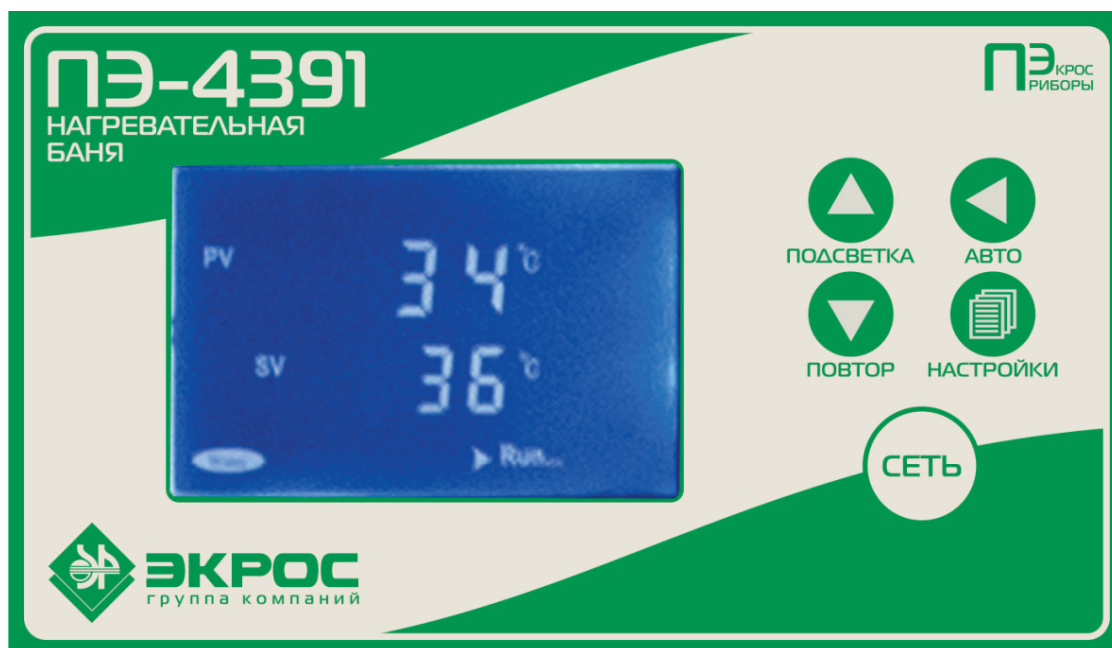

Рисунок 11
10.2. Нагревательная баня, модель ЭКРОС-4391 (ПЭ-4391) (Рисунок 11).